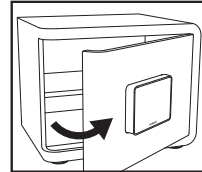

Figure 4
3. Open the safe door (Figure 4).